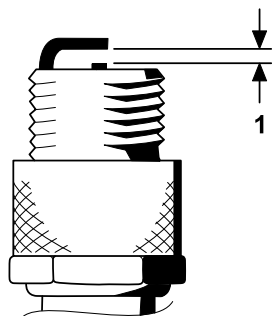

Figura 31
4. Ajuste a folga entre os eletrodos em 0,76 mm, como mostrado na Figura 31.